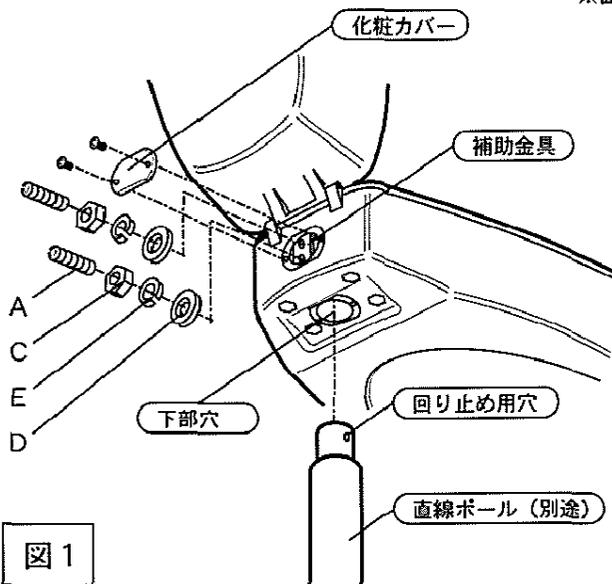

図1
- ①化粧カバーを外す。(以下図1参照)
- ②ラッチを外し、上蓋を開閉ストッパーのロックがかかる状態まで開ける。